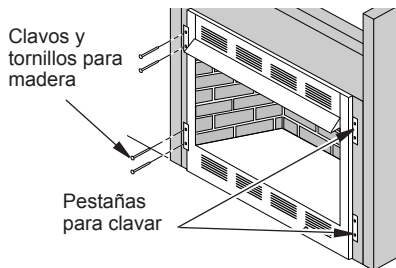

Figura 17 - Fijación del calefactor a las vigas de la pared
7. Fije el calefactor a las vigas de la pared utilizando clavos o tornillos para madera a través de los orificios de las pestañas para clavar (consulte la figura 17).